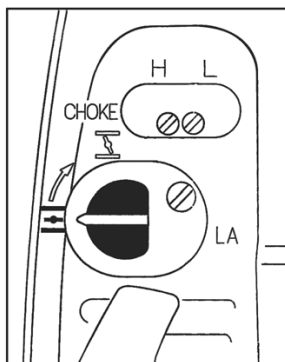

Figura 8
- Em temperaturas baixas, quando o motor estiver funcionando, mova a alavanca de ajuste até a posição de marcha lenta e abra um pouco o acelerador por um período curto (Figura 8).